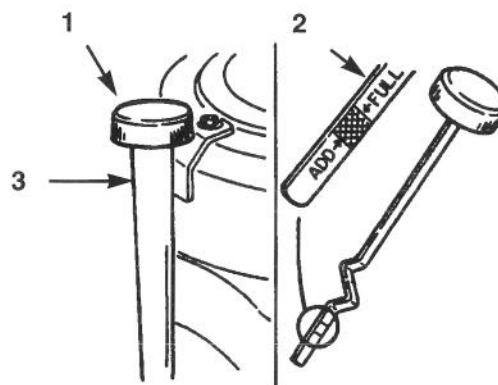

Figure 33
3. Nettoyer la surface autour de la jauge d'huile (Fig. 33) pour éliminer les saletés qui pourraient tomber dans le trou de remplissage et endommager le moteur.
4. Dévisser la jauge et essuyer la tige sur un chiffon propre (Fig. 33).
5. Revisser la jauge à fond dans le tube de remplissage (Fig. 33), puis la retirer à nouveau et vérifier le niveau sur la tige. Si le niveau est bas, verser doucement suffisamment d'huile dans le tube de remplissage pour atteindre la marque FULL (PLEIN).
6. Verser approx. 80% de la quantité d'huile spécifiée dans le tube de remplissage (Fig. 33), puis contrôler le niveau; se reporter à la section *Contrôle du niveau d'huile*.